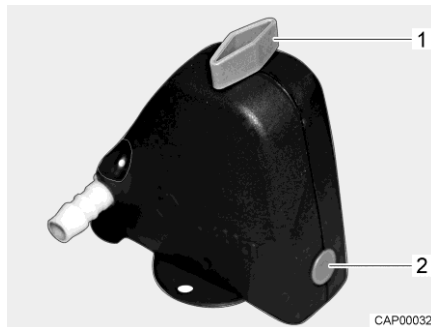
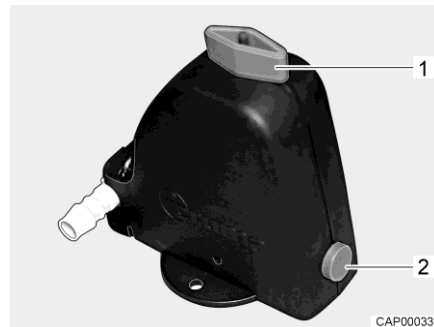

Bild 71 Sicherheits-/Ablassventil geschlossen
Bild 72 Sicherheits-/Ablassventil geöffnet
- Sicherheits-/Ablassventil (Bild 71) öffnen. Dazu Drehknopf (Bild 71,1) längs zum Sicherheits-/Ablassventil drehen. Der Druckknopf (Bild 71,2) springt heraus. Das geöffnete Sicherheits-/Ablassventil ist in Bild 72 dargestellt.